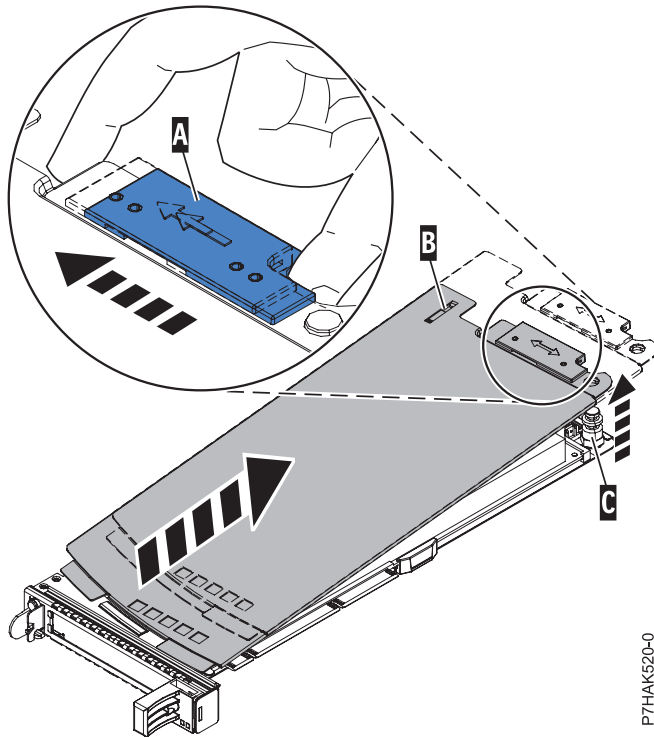

Figura 20. Extracción de la cubierta de la casete de adaptador PCIe
- a. Deslice el pestillo de la cubierta (A) para separarla del pivote (C) tal como se muestra en la Figura 20 en la página 19.
- b. Levante la cubierta (B) para sacarla del pasador pivote (C).